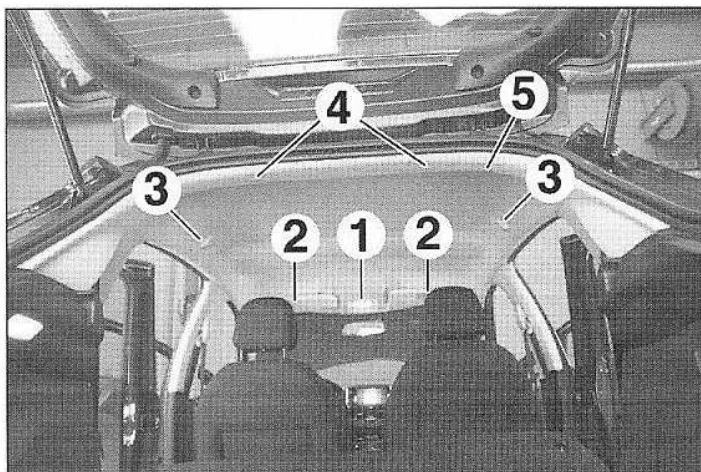

FIG.49
- Extraire, débrancher et déposer le plafonnier (1) (Fig.49).
- les pare-soleil (2),
- les crochets (3),
- les agrafes (4),
- la garniture de pavillon (5).